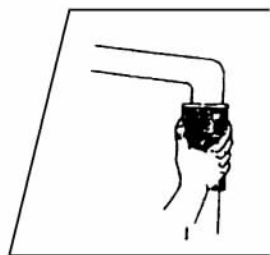

图 3-18
⑤ 门边打磨。如图 3-18 所示,可用拇指与小拇指捏砂布,而用食指、中指和无名指压砂布,以这三个手指和手掌的手感压力进行打磨。